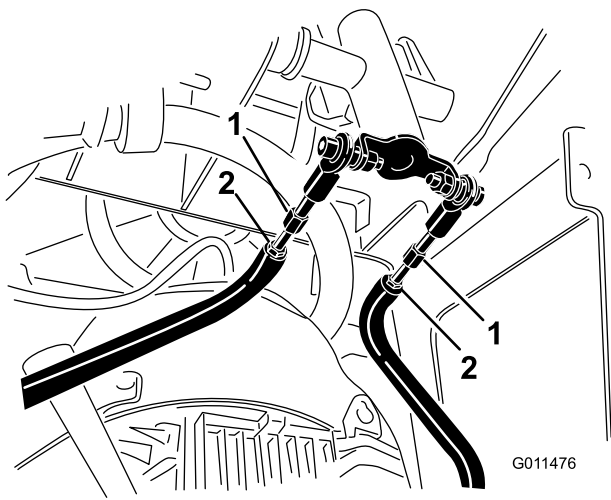

Figura 53
- D. Afloje las contratuerca de las varillas de tracción, debajo del panel de control (Figura 53).